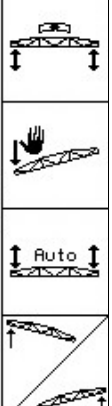

Рис. 28
2. Нажимайте клавишу или. так долго, пока штанги опрыскивателя не станут параллельно к целевой поверхности. На дисплее символ регулировки наклона показывает выбранный наклон штанг опрыскивателя. Здесь поднята левая сторона штанг опрыскивателя (Рис. 28).